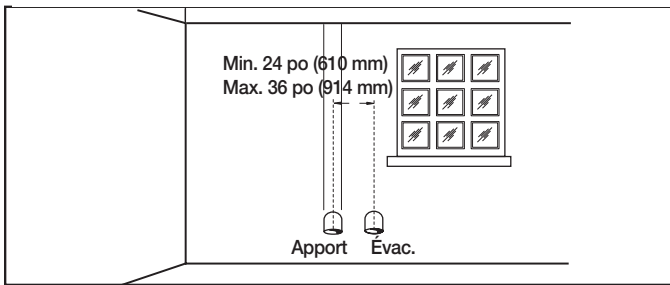

Figure 5
1. Découpez deux orifices pour le passage des conduits. Prévoir un diamètre de 2,5 po (64 mm) pour un conduit de 2 po, 3,5 po (89 mm) pour un conduit de 3 po et de 6,5 po (165 mm) pour un conduit de 6 po. Prévoir un dégagement horizontal d'au moins 24 à 36 po (610 à 915 mm) entre les terminaisons. Reportez-vous à la Figure 5 pour de l'information additionnelle.